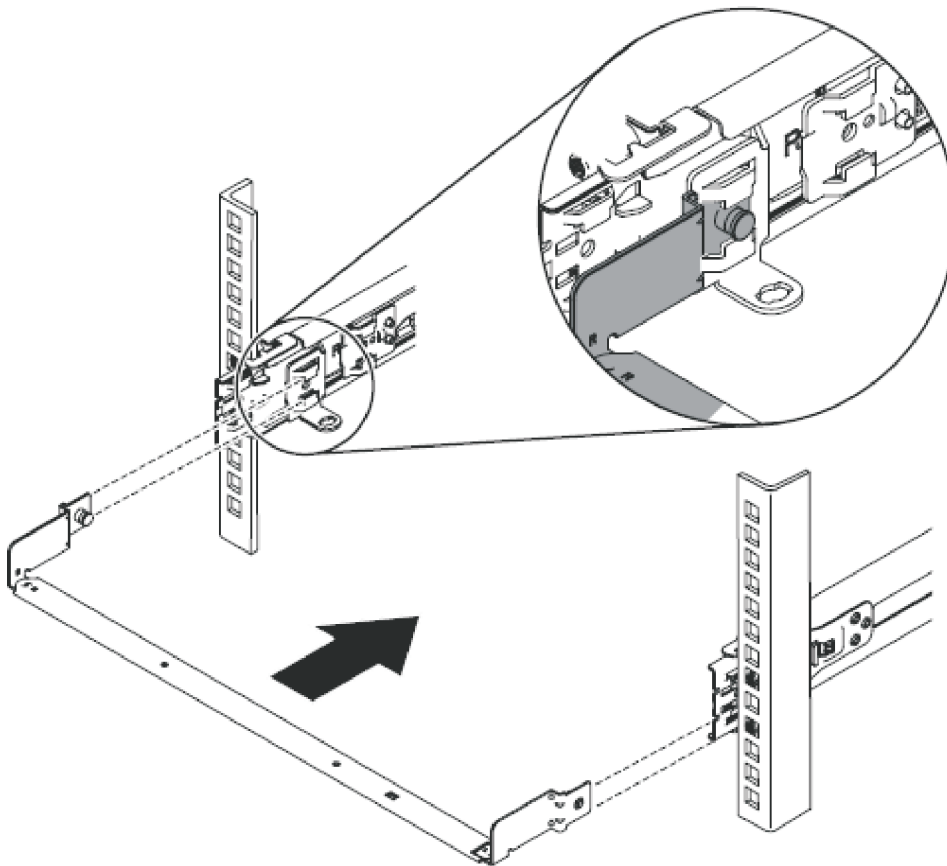

Figura 26. Instalando o Braço de Suporte para Organização de Cabos
1. Na traseira do rack, instale o braço de suporte para organização de cabos. Insira ambas as extremidades do braço de suporte para organização de cabos no trilho deslizante, conforme mostrado pela Figura 26.